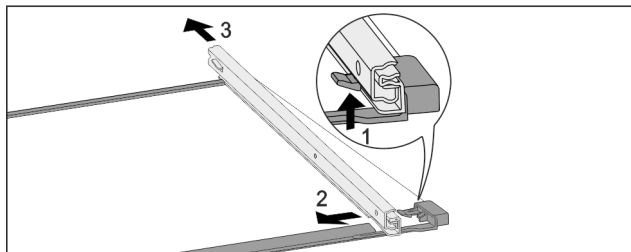

Fig. 157 Стъклена плоча с релси
- ▶ Натиснете нагоре предните фиксиращи палци Fig. 157 (1)
- ▶ Плъзнете изтеглящата релса настрани Fig. 157 (2) и назад Fig. 157 (3).